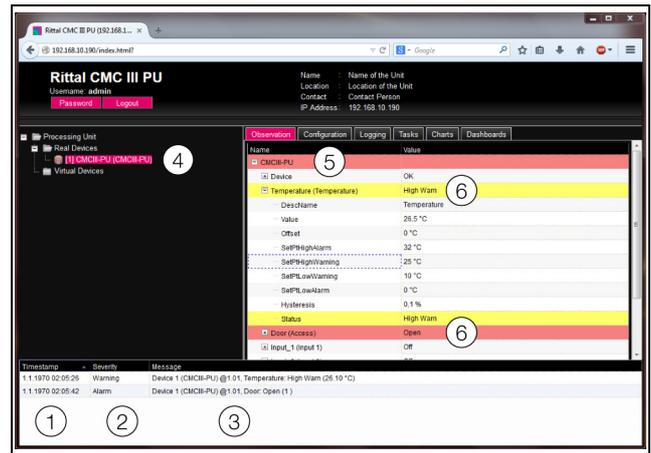

Abb. 30: Aufbau der Meldungsanzeige
1. Timestamp: Datum und Uhrzeit, wann der Fehler aufgetreten ist (Abb. 30, Pos. 1).
2. Severity: Schwere des aufgetretenen Fehlers. Es wird unterschieden zwischen Warnungen („Warning“) und Alarmen („Alarm“) (Abb. 30, Pos. 2).
3. Message: Fehlermeldung im Klartext (Abb. 30, Pos. 3).
- Linker Bereich (Navigationsbereich): Das Symbol vor der Komponente, an der der Fehler aufgetreten ist, wird im Navigationsbereich bei einer Alarmmeldung rot, bei einer Warnmeldung gelb eingefärbt (Abb. 30, Pos. 4).
- Rechter Bereich (Konfigurationsbereich): Auf der Registerkarte **Observation** wird die gesamte Komponente sowie der spezielle Parameter, für den die Warnung bzw. der Alarm anliegt, rot bzw. gelb eingefärbt (Abb. 30, Pos. 5 und 6).